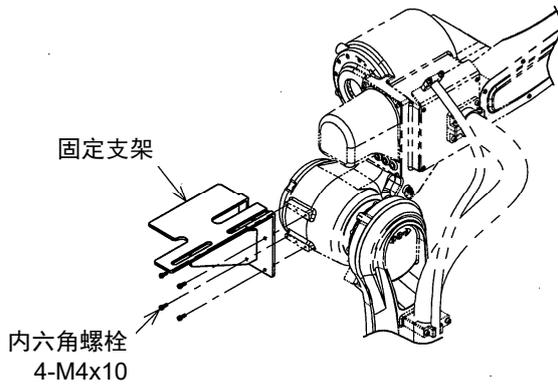

图 1.1 固定支架的安装(步骤 1)
1. 请参阅图1.1用4根内六角螺栓(M4×10)将固定支架安装在JT3手臂的后方。